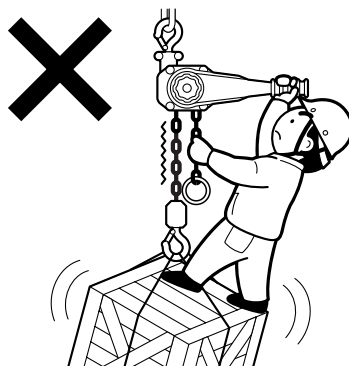

図5
- (7) つった荷には人は乗らないでください。また、人の乗る用途に絶対に使用しないでください。図5
- (8) つり荷の反転作業は、専門知識のある人以外絶対に行わないでください。
- (9) 地球づりしないでください。
- (10) 操作中は荷から気をそらさないでください。
- (11) 巻上げ過ぎ、巻下げ過ぎはしないでください。
- (12) つり上げた荷を長時間放置しないでください。
- (13) つり上げた荷を短時間保持するときは、必ず切換えつめをUP(巻上げ)の位置にしておいてください。
- (14) フックに荷を掛けるときは、必ずフック中心の正しい位置に掛けるように使用してください。